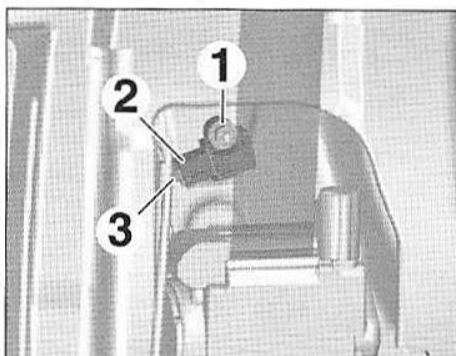

FIG.30
- Déposer l'écrou (1) (Fig.30).
- Sortir le capteur de choc latéral (2) de son emplacement.
- Débrancher le connecteur (3).
- Déposer le capteur de choc latéral (2).